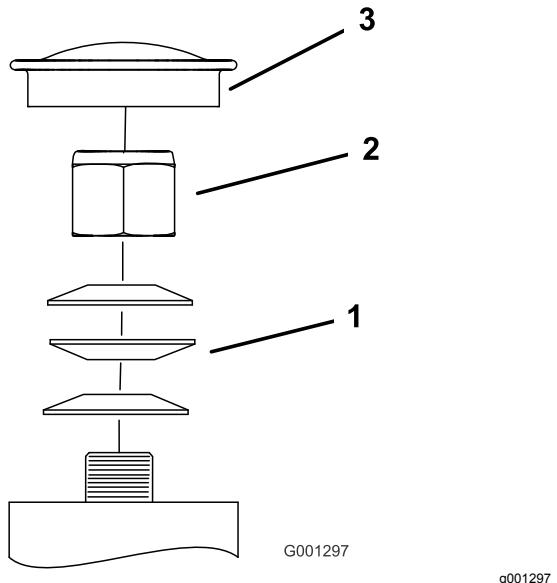

Figura 71
3. Retire el tapón guardapolvo de la rueda giratoria y apriete la contratuerca (Figura 71).
4. Apriete la contratuerca hasta que las arandelas de muelle estén planas, luego afloje la contratuerca  $\frac{1}{4}$  de vuelta para establecer la pre-carga correcta de los cojinetes (Figura 71).
5. Coloque el tapón guardapolvo (Figura 71).